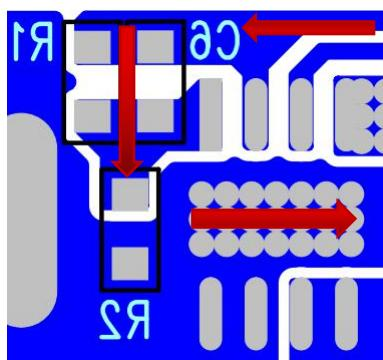

图 2
4. FB 管脚外置电阻应尽量靠近芯片，且布线足够宽。如图 2。